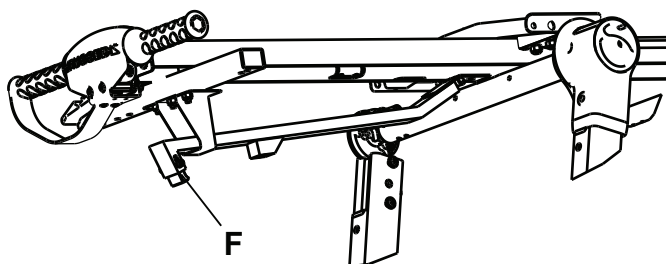

Figura 12 – Reglarea vârfului cârligului
2. Testați descărcarea tăgii dintr-un vehicul pentru a confirma că se conectează cârligul de siguranță cu placa de prindere. Utilizând o cheie Allen M5, reglați vârful cârligului (F), după cum este necesar, pentru a vă asigura că se conectează cârligul de siguranță și placa de prindere în timpul descărcării (Figura 12).